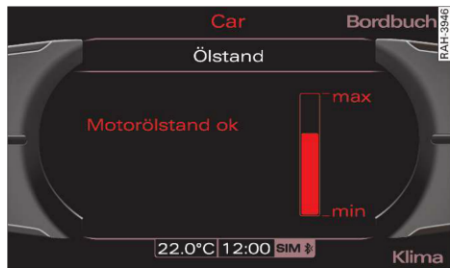

Fig. 223 Afishaaj: Indicatorul nivelului de ulei
- Citiți nivelul uleiului pe afishaaj ⇒ fig. 223. Adăugați ulei de motor dacă scala indicatorului nivelului de ulei se află chiar în fața marcajului "min" ⇒ pagina 226.